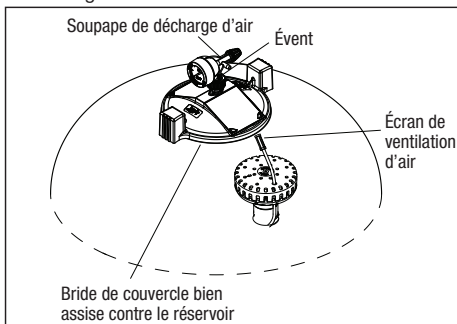

Figure 12. Installation du couvercle du filtre
3. Vérifier que le couvercle du réservoir est correctement mis en place et serré, voir Figure 12, et s'assurer que l'ensemble manomètre/soupape de décharge est entièrement installé dans le couvercle.